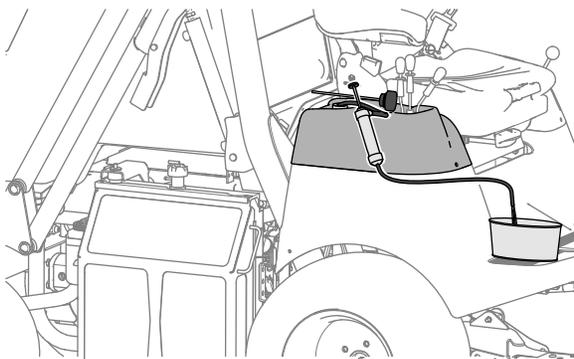

Figura 101
4. Utilize uma bomba de sifão para esvaziar o depósito hidráulico (**Figura 101**).